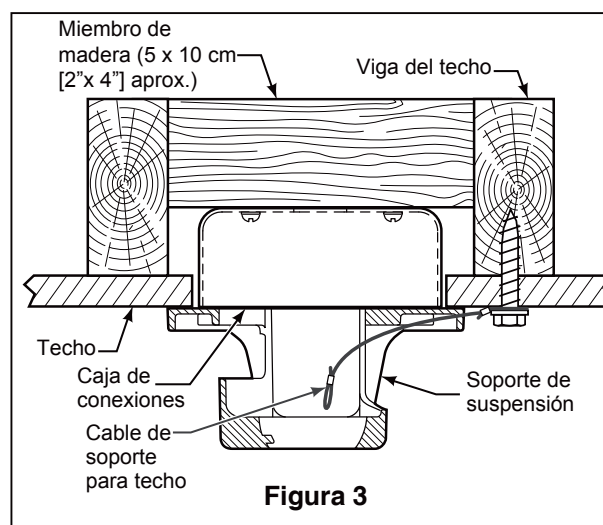

Figura 3
### Uso del soporte (Figura 3)
3. Afloje los dos tornillos de fijación del soporte del barral de soporte para techo a través de la varilla. Introduzca los cables de color negro, blanco y azul cables y cable de seguridad a través de la varilla. (Figura 3)
1. Perfore un orificio de 1/4" en la estructura del edificio para evitar grietas con la instalación del tornillo de intervalo. Utilice el tornillo de intervalo de 3/8"x 2" y la arandela plana para fijar el cable de seguridad a la viga del techo o a la estructura de madera. Dicho tornillo pasará a través de arandela plana, la presilla del cable de seguridad y se fijará en la estructura del edificio. (Figura 3)
**NOTA:** el cable de soporte para techo no se puede asegurar solamente a la caja de conexiones; se debe asegurar directamente a la viga de techo o miembro estructural con el tornillo de cabeza cuadrada de 3/8"x2" y la arandela plana. (Figura 3)